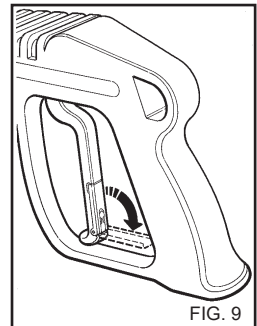

FIG. 9
- Wanneer de hogedruk-waterspuit niet wordt gebruikt, de beveiliging van de handgreep sluiten. (fig.9)